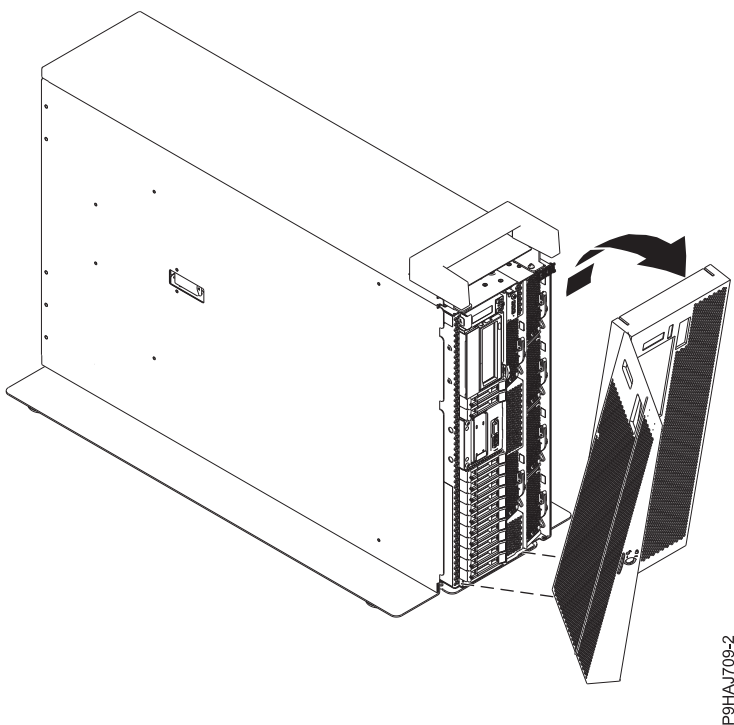

Abbildung 17. Vordere Abdeckung ausbauen
4. Ziehen Sie die Abdeckung aus dem System (siehe Abb. 17). Die Abdeckung weist eine Vertiefung auf, an der Sie sie leichter festhalten können.